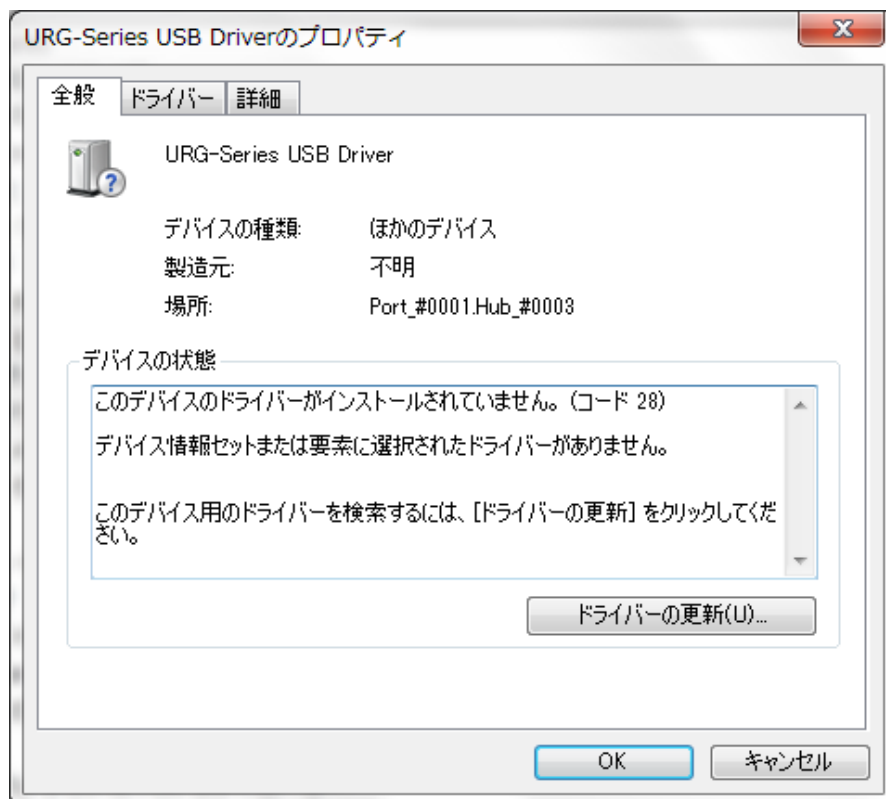

図 8.2-2 URG-Series USB Driver のプロパティ
2. 「URG-Series USB Driver」をクリックし、図 8.2-2 のプロパティ画面で「ドライバーの更新」をクリックします。